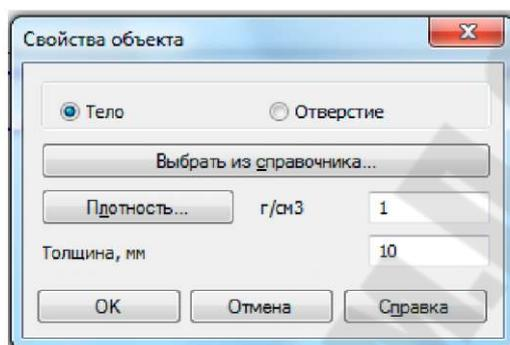

Рисунок 7 - Окно Свойства объекта команды МЦХ тел выдавливания
- Выдавливание сечения происходит в направлении оси Z. Работа команды аналогична команде МЦХ тел вращения. Окно **Свойства объекта** (рисунок 7) по сравнению с командой